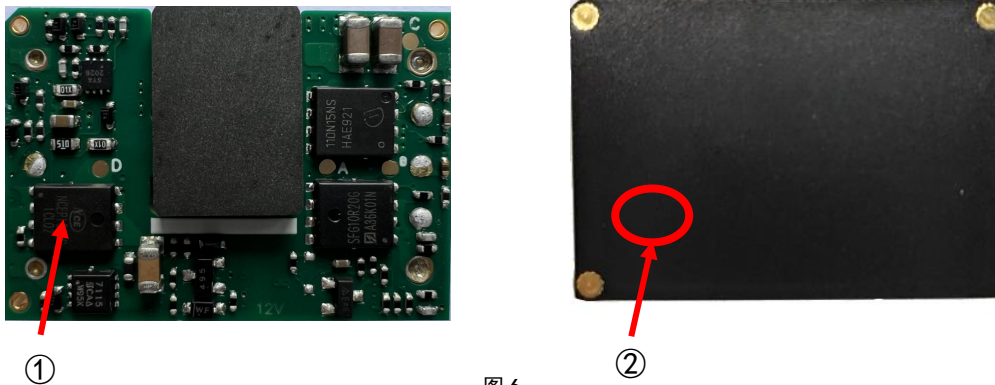

图 6
热元件安装在产品的顶面上，通过传导、对流和辐射的方式将热量散发到周围环境中，应提供足够的散热条件以确保产品可靠运行。通过测量图 6 中热测试点①、热测试点②的温度可以验证散热条件是否满足。